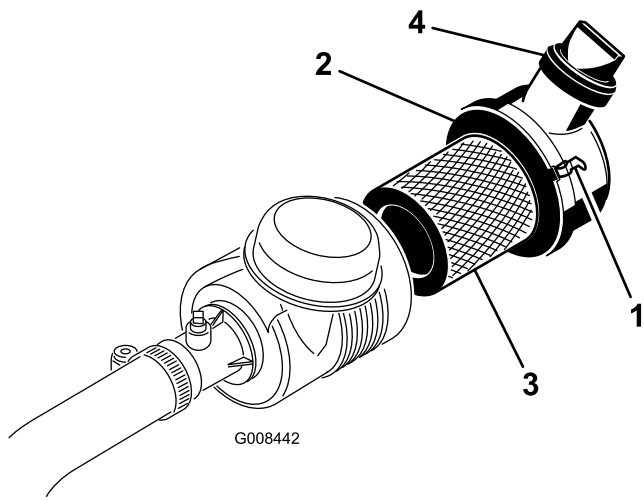

Рисунок 31
1. Отпустите защелки, фиксирующие крышку воздухоочистителя на его корпусе (Рисунок 31).
7. Убедитесь, что защелки надежно фиксируют крышку на корпусе (Рисунок 31).